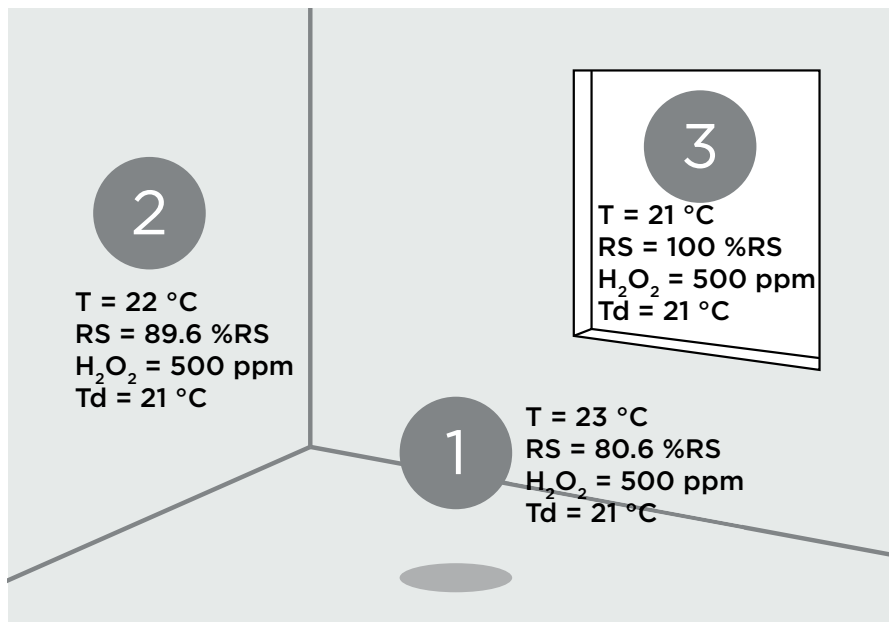

图 3. 室内具有均匀分布的空气和蒸汽混合物，但是三个测量点之间有温差。在温度最低的地方将首先出现冷凝。Td 表示水和过氧化氢蒸汽混合物的露点。
相对饱和度是检测浓度的有用参数。但是，因为相对饱和度 (RS) 与温度相关，探头放置的位置至关重要。利用混合气体露点监测浓度时，可以更自由地放置测量探头。请注意，露点值在图 3 中的每个测量点是相同的。